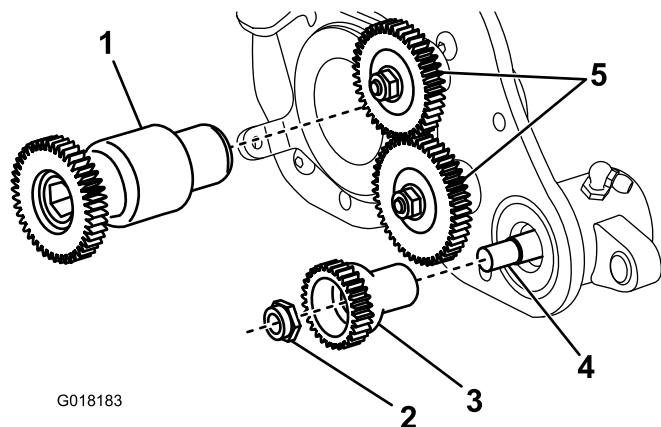

**Figura 29**
4. Rimuovete il bullone della lama, il dado e la rondella che fissano il gruppo del braccio dell'altezza di taglio alla piastra laterale (Figura 29).